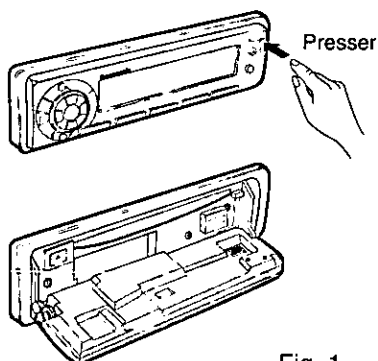

Fig. 1
- b) Sortir l'appareil en poussant les deux leviers de blocage à l'aide d'un tournevis suivre l'ordre indiqué. (Fig.1,2)